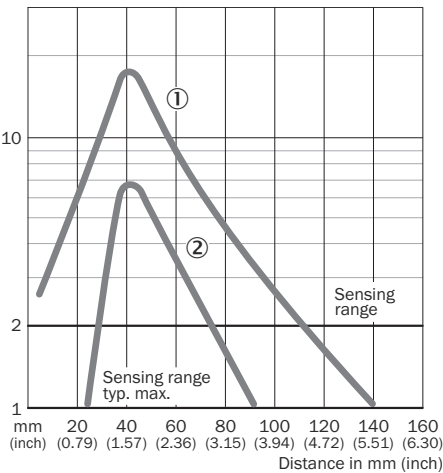

図 3: VTF180-2 アキシャル形状
使用条件の確認: センサと背景間の間隔、最小対象物高さ、ならびに背景と対象物の拡散反射能力を対応する図 (参照 図 3, ページ 96) と照合します (x = 検出距離、y = 最小対象物高さ。反射率: 18% = 灰色 ②、90% = 白色 ① (DIN 5033 に準拠した標準白色に基づく))。